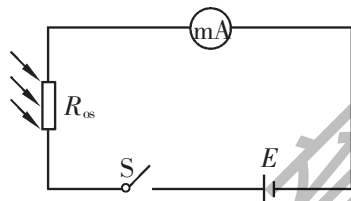

图 3-2-5 用多用电表测电流的变化
(1) 有光照射和无光照射时, 光敏电阻  $R_{OS}$  的阻值有何不同?
(2) 改变光的照射强度, 光敏电阻  $R_{OS}$  的阻值有何变化?
**实验 2:** 如图 3-2-5 所示, 用多用电表电流挡来研究光敏电阻在电路中的作用. 用不同强度的光照射光敏电阻  $R_{OS}$ , 观察电流表的示数变化. 思考下列问题: